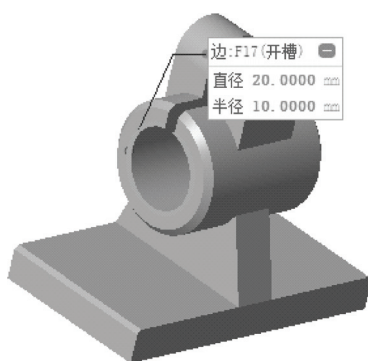

图 12-34 测量模型直径
STEP 04 执行上述操作后，即可测量直径，如图 12-34 所示。